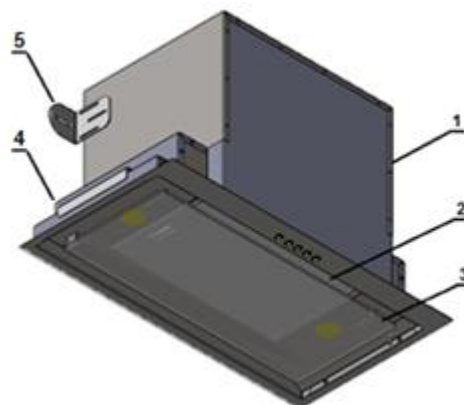
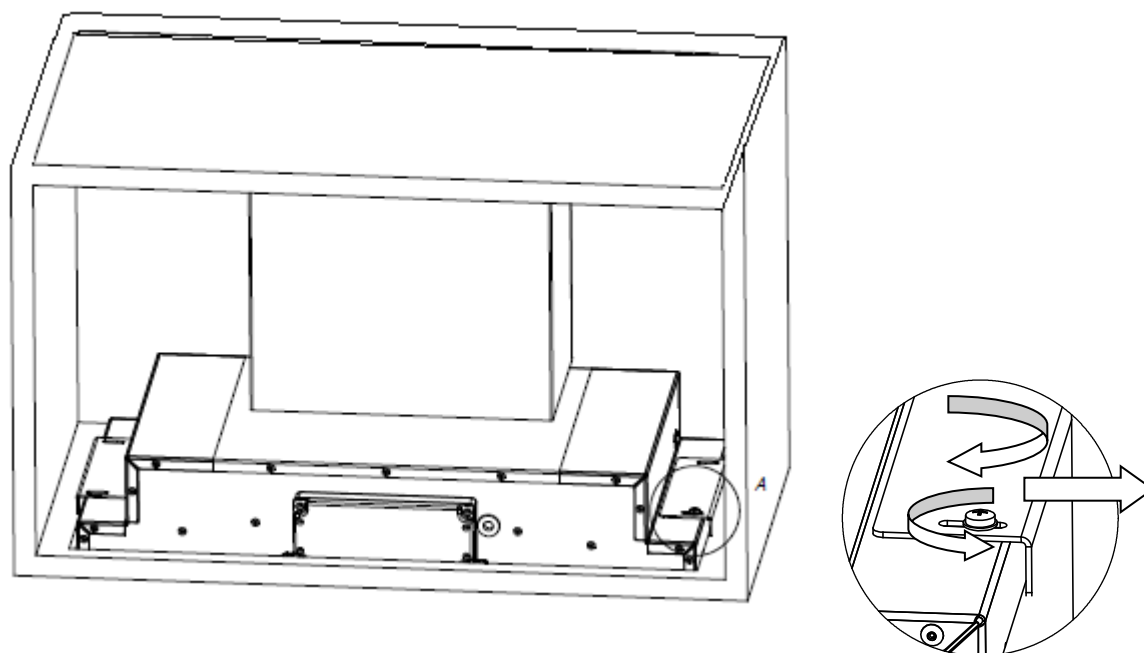
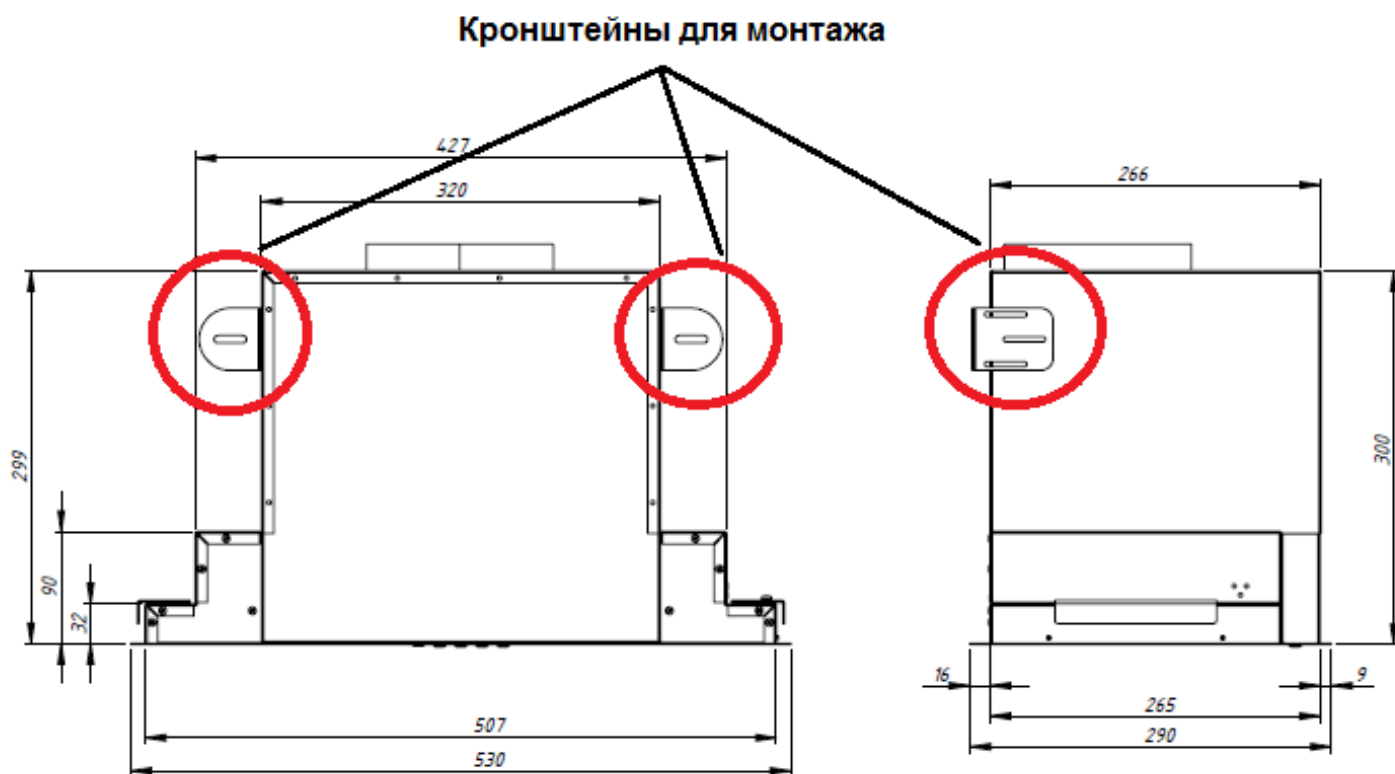

Рис. 1
Рис. 3
Рис. 4
## КОМПЛЕКТУЮЩИЕ ДЛЯ СБОРКИ (рис. 1)
4. Отвинтить 4 винта M4x10 и выдвинуть крепежные пластины (4) (рис. 1) в сторону стенок шкафов, пока не зайдут на дно шкафчика. Затем плотно затянуть болты (рис. 3).
5. Вытяжку можно прикрутить также к задней стенке шкафчика с помощью кронштейнов (5) (рис. 1), которые входят в комплект (рис. 4).